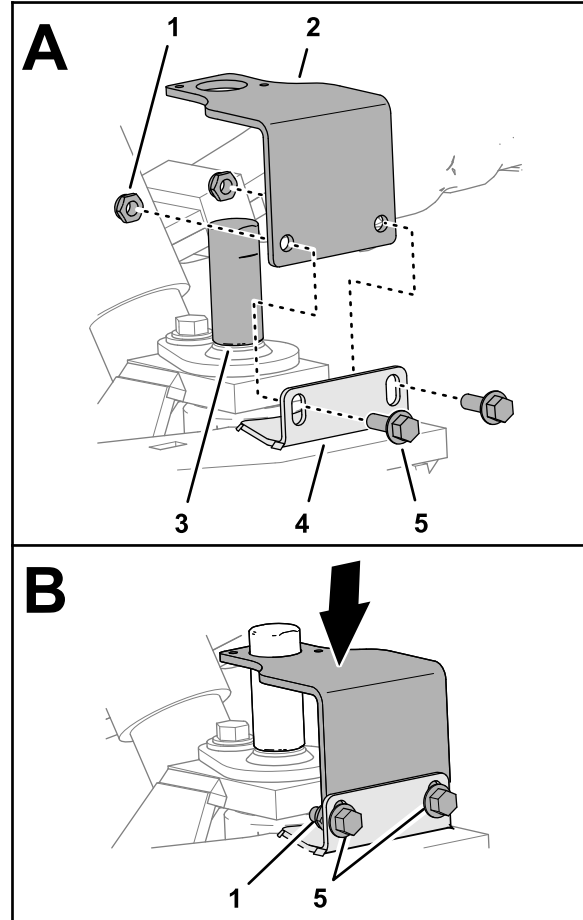

Bild 7
3. Richten Sie den Sensorhalter über dem Ausrichtwerkzeug und den Schlitzen im Flansch der Spindel aus (Bild 7).
4. Befestigen Sie die Halterung mit zwei Bundkopfschrauben (1/4" x 3/4") und zwei Sicherungsmuttern (1/4") lose am Flansch (Bild 7).
5. Positionieren Sie die Halterung am unteren Ende der Schlitze im Flansch der Spindel und ziehen Sie die Bundkopfschrauben und Sicherungsmuttern fest (Bild 7).